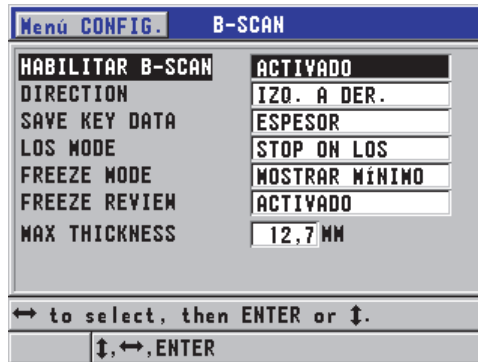

Figura 9-4 Modificación de los parámetros B-scan
El B-scan puede ser activado y configurado en la pantalla **B-SCAN** (véase la Figura 9-4 en la página 172), a la cual se accede pulsando la tecla **[SETUP]** y seleccionando el menú **B-SCAN**.
1. En la pantalla **B-SCAN** (véase la Figura 9-4 en la página 172), ajuste **DATOS TECLA GUARDAR** a **ESPESOR + B-SCAN**.